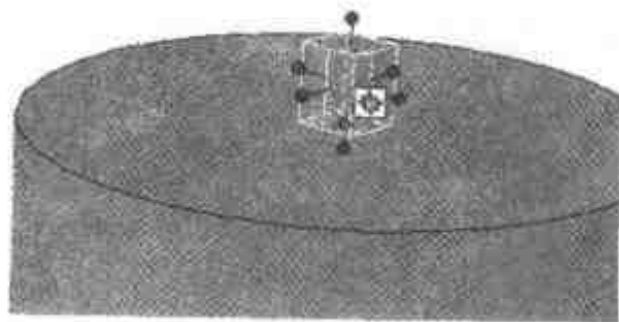

图 2.3 引入第2个图素
- (2) 再向圆柱体的上表面中心点处拖入一个【圆柱体】智能图素,结果如图2.3所示。